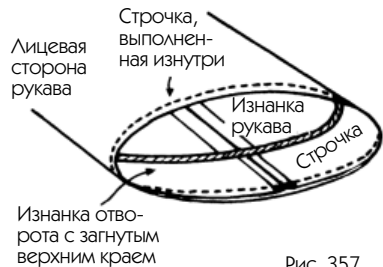

Рис. 357
4. Просуньте отворот внутрь рукава, как показано на рис. 357.